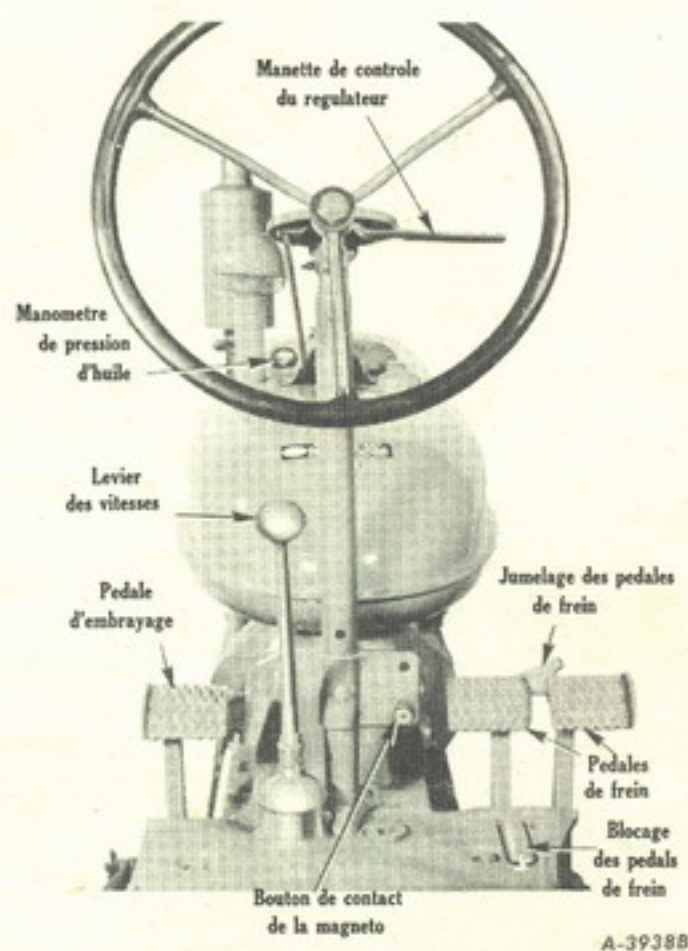

Figure 6
(1) Placez le levier des vitesses au point mort (voir figures 6 et 9).
(5) Tirez le bouton de contact de la magnéto (voir figure 6).